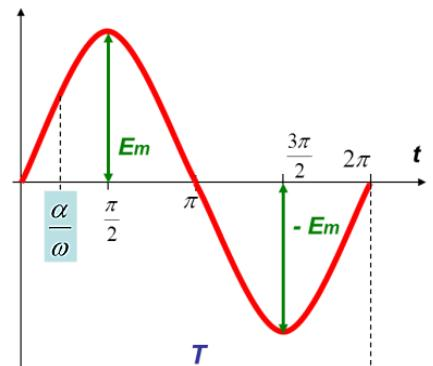

рис.3
1. *Период  $T$*  (рис.3) – время, в течение которого происходит весь цикл изменения переменных ЭДС, тока или напряжения; измеряется в секундах (с).
4. *Амплитудные значения тока  $I_m$ , напряжения  $U_m$ , эдс  $E_m$*  (рис.3) – максимальные значения мгновенных величин тока, напряжения и ЭДС.